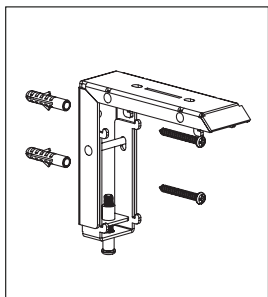

Abbildung 4
2. **Montage an Tragwerken aus Beton:** Zeichnen Sie die Lochpunkte mit den Winkeln an Ihrer Wand ab und bohren die Löcher passend zu den beiliegenden Dübeln. Die Dübel müssen dabei stramm in die Löcher einzuführen sein. Gehen die Dübel locker in die Löcher, sind die Löcher zu groß gebohrt und es müssen entsprechend größere Dübel und Schrauben eingesetzt oder neue Löcher gebohrt werden. Setzen Sie die Dübel komplett in die Löcher ein und schrauben die Winkel mit den beiliegenden Schrauben fest, wie in Abb. 4 und 5 dargestellt.